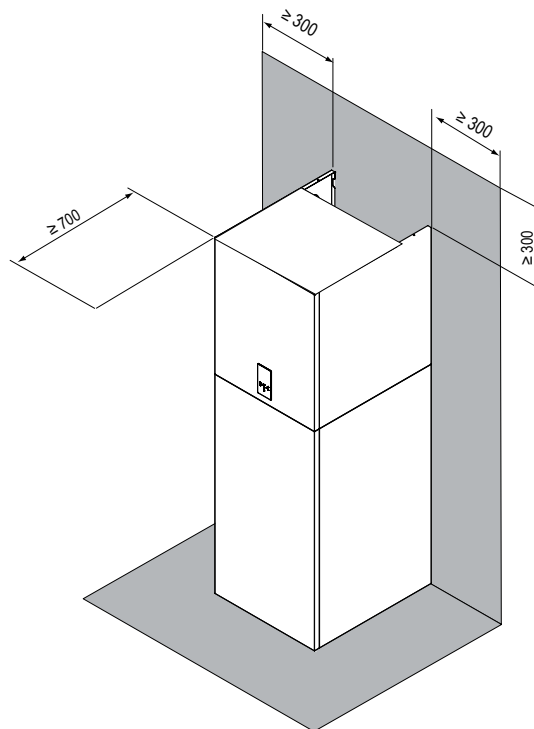

fig. 8 - zona minimale e funksionimit për njësine e brendshme
- Hapësira përreth njësise është e përshtatshme për mirëmbajtje, shih fig. 8.